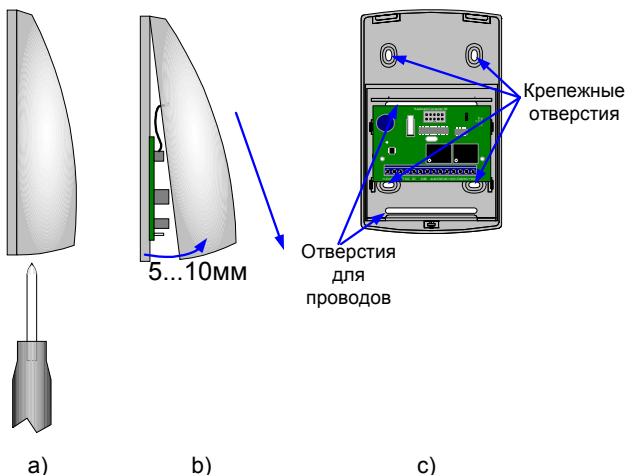

Рисунок 3.
- ослабьте винт в нижней части корпуса контроллера, см. рис. 3 а).
- используя заднюю крышку контроллера как шаблон, см. рис. 3 с), отметьте и просверлите крепежные отверстия диаметром 6 мм на глубину установки дюбеля.
- вставьте переднюю крышку на место и закрепите ее винтом, см. рис. 3 а).